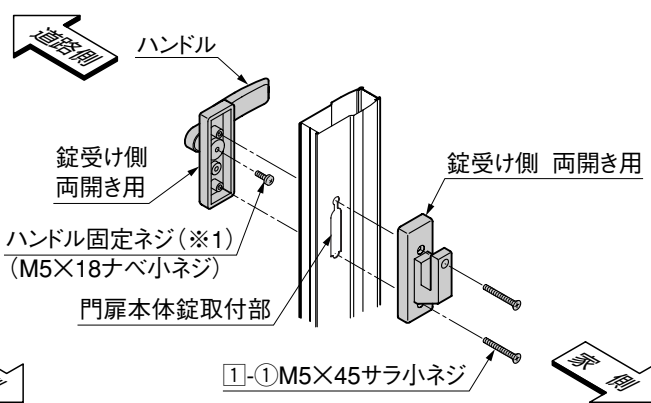

図3-2 錠受け側
- 錠受け側は、勝手の向きに注意して、ハンドルを「ハンドル固定ネジ」(※1)で取付けてください。(図3-2参照)